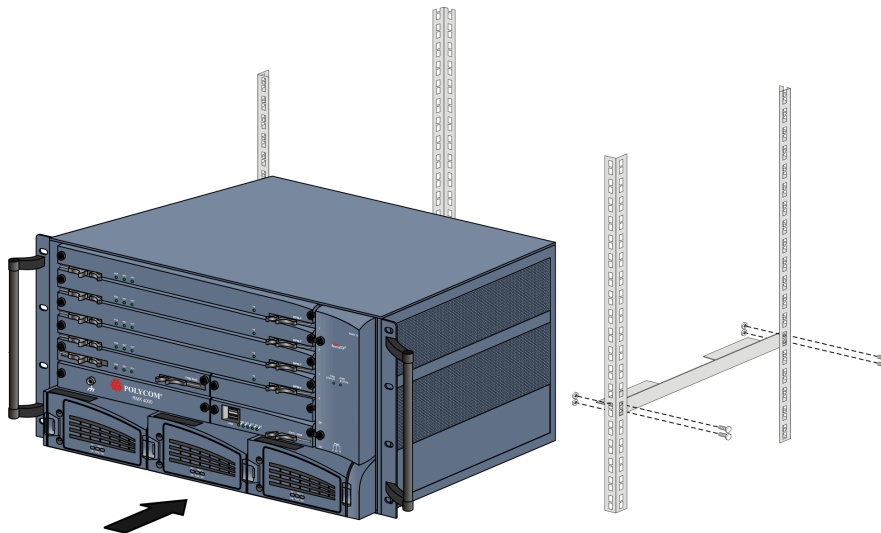

Рис. 1-2 Установка направляющих и RMX в стойку
- 1 При монтаже RMX в стойку необходимо установить в стойку направляющие шасси, как показано на Рис. 1-2. Две направляющие шасси поставляются в составе *принадлежностей для монтажа в стойку* и устанавливаются лицевой стороной внутрь в стойку 19”/23”.